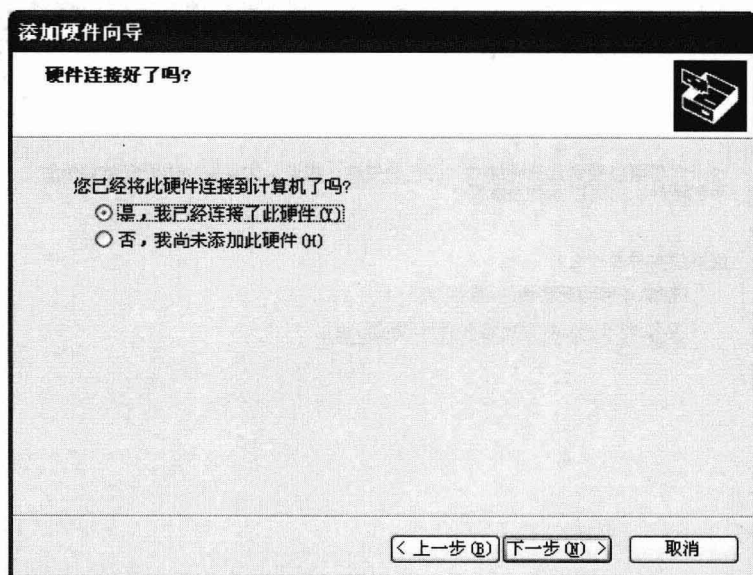

图 1-9 添加硬件向导对话框二
⑤ 系统将会自动搜索添加硬件，这里选择“是，我已经连接了此硬件(Y)”，如图 1-9 所示。